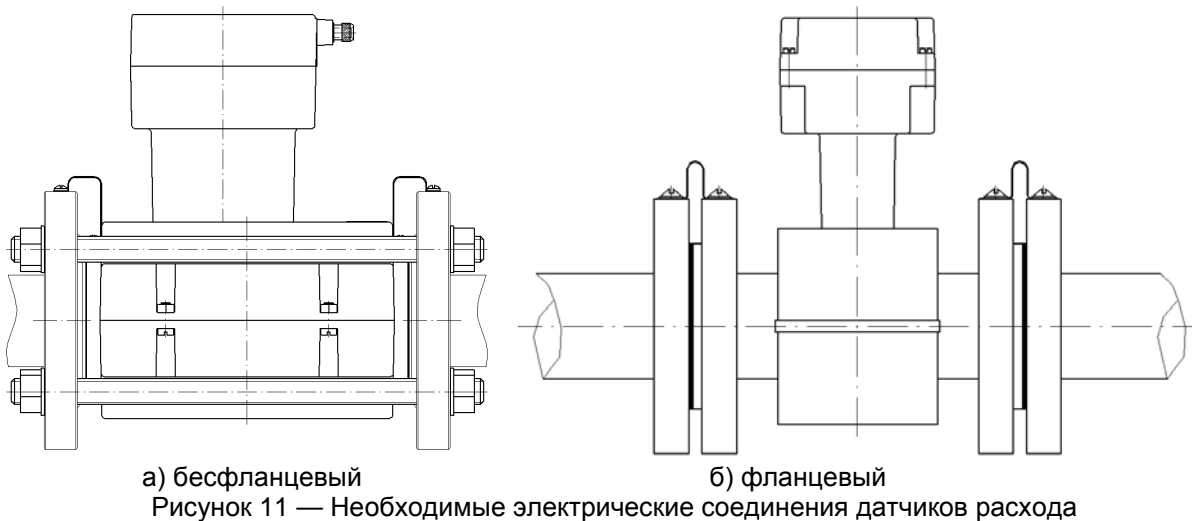

Рисунок 11 — Необходимые электрические соединения датчиков расхода
2.2.2.15 При монтаже датчика расхода необходимо электрически соединить его фланцы между собой, а также каждый его фланец с соответствующим ответным фланцем трубопровода (рисунок 11).